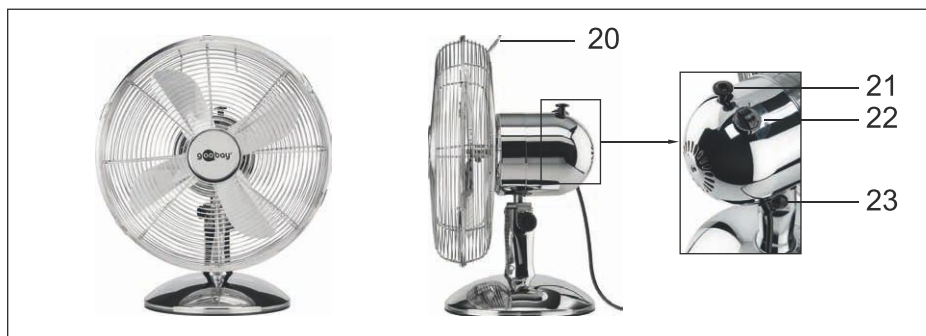

Fig. 35: Ventilatore da tavolo montato
1. Tenere il ventilatore per l'impugnatura (fig. 35, n. 20) e posizionarlo su una superficie orizzontale stabile e priva di polvere.
4. Allentare la vite di regolazione dell'inclinazione (fig. 35, n. 23).
La potenza di ventilazione si può regolare in 3 livelli ruotando il selettore rotativo (fig. 35, n. 22):
ON: premere il perno per impostare la rotazione (21, Fig. 35) all'interno dell'alloggiamento motore.